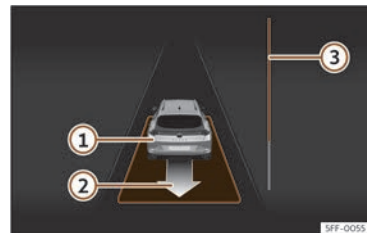

Fig. 194 A la pantalla del quadre d'instruments: sortir de l'aparcament d'un forat en línia.
• Retrocediu fins que soni el senyal continu del ParkPilot; **O BÉ**: feu marxa enrere fins que a la pantalla del quadre d'instruments aparegui la indicació de fer marxa endavant. La barra de progrés»» **fig. 194 ③** indica la distància que cal recórrer»» pàg. 292.